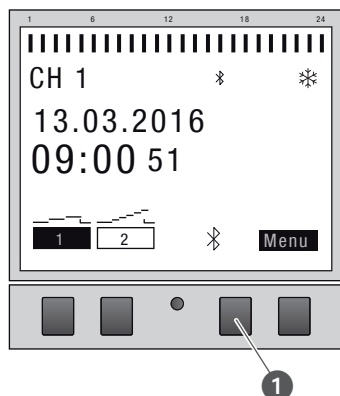

Fig. 26: Connexion Bluetooth à l'horloge
2. Appuyez sur la touche Bluetooth (fig. 26/❶) de l'horloge.